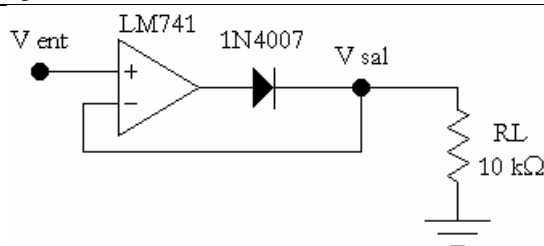

Figura 1
- 1.1. Armar el circuito de la Figura 1 alimentando el AO entre +12 y - 12 Volt. Mantener esta tensión de alimentación a lo largo de todo el práctico.